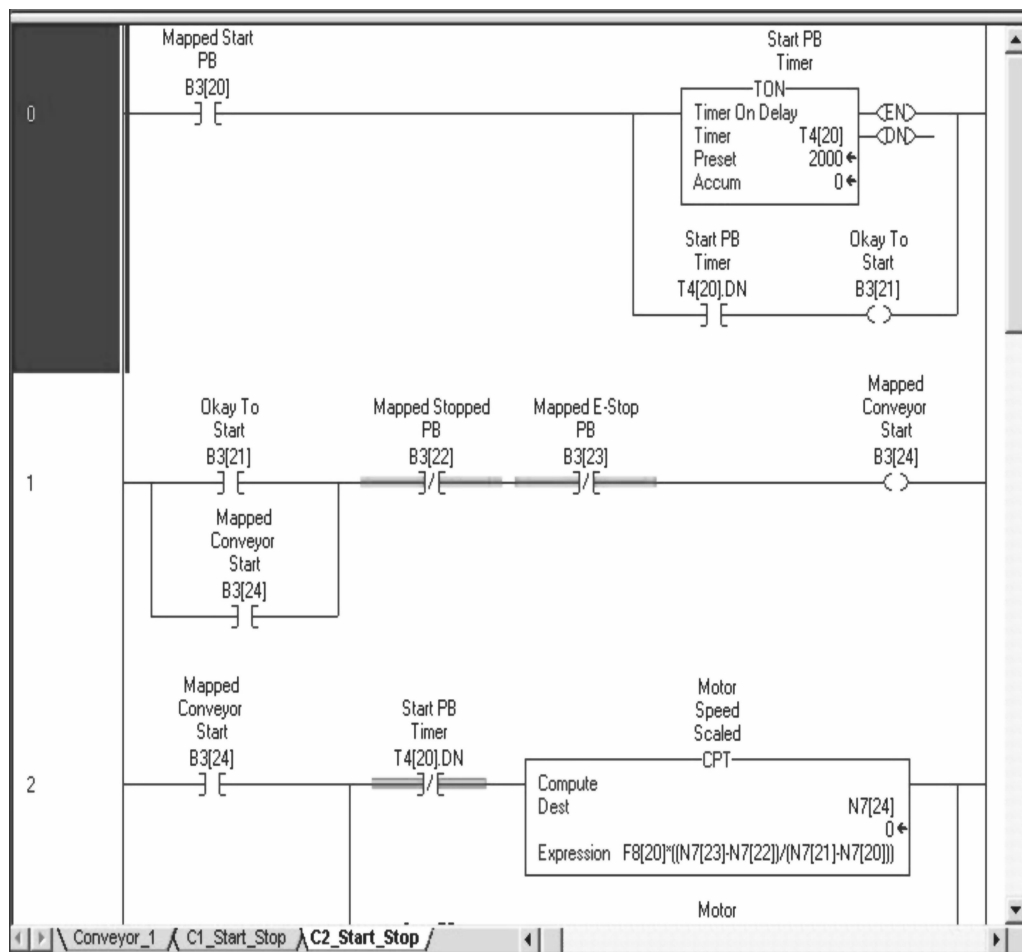

图 9-16 打开的例程梯形图
7. 现在显示的是梯形图例程 C2_Start_Stop, 如图 9-16 所示。可注意到, 在此实例中 Conveyor_2 的寻址方式仍使用的是传统 PLC 的寻址方式。例如, 在梯级 0 上, 定时器的地址为 T4 [20]。